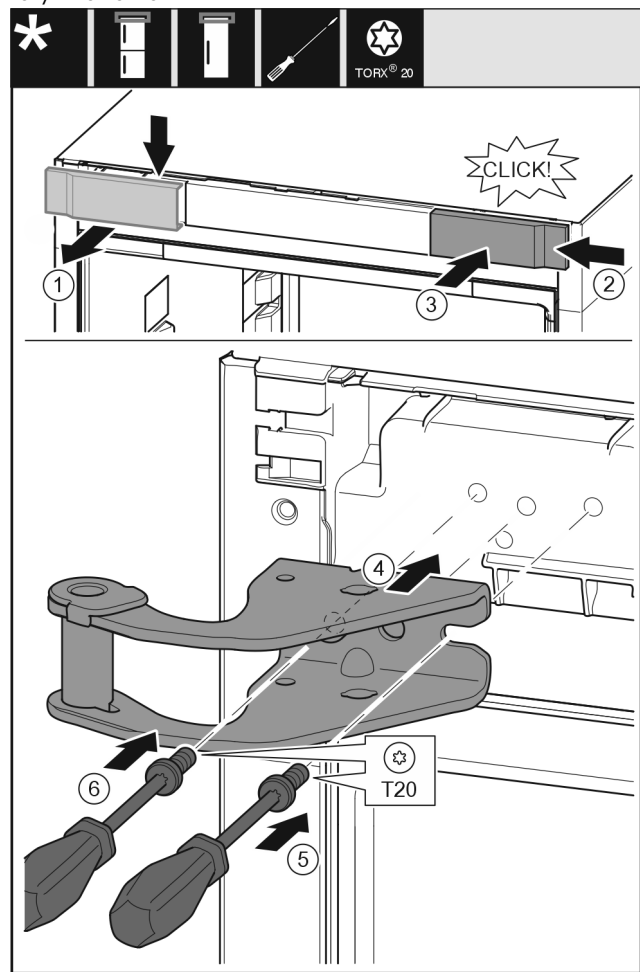

Fig. 31
- ▶ Irrota suojus ylöspäin eteen. Fig. 31 (1)
- ▶ Ripusta suojus paikoilleen 180° käännettynä toiselle puolelle oikealta. Fig. 31 (2)
- ▶ Anna suojuksen lukittua paikoilleen. Fig. 31 (3)
- ▶ Aseta ylempi laakeripukki paikoilleen. Fig. 31 (4)
- ▶ Aseta ruuvi paikoilleen T20-ruuvimeisselillä ja kiristä se. Fig. 31 (5)
- ▶ Aseta ruuvi paikoilleen T20-ruuvimeisselillä ja kiristä se. Fig. 31 (6)